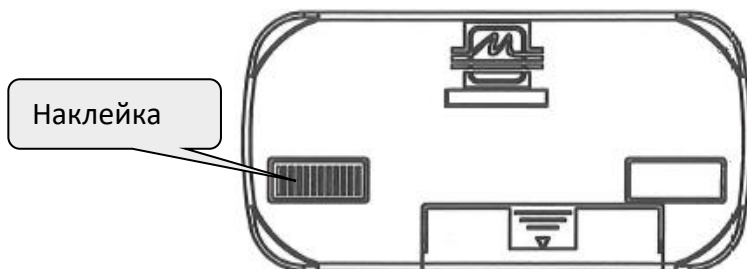

Рисунок 22 - Место наклейки с указанием серийного номера измерительного блока на блоке индикации Милур Т
4.3.2.3 Сверить серийный номер счетчика в корпусе SPLIT на измерительном блоке и на блоке индикации Милур Т (рисунок 22). Блок измерительный и блок индикации из разных комплектов (упаковок) прибора с разными серийными номерами не смогут взаимодействовать.